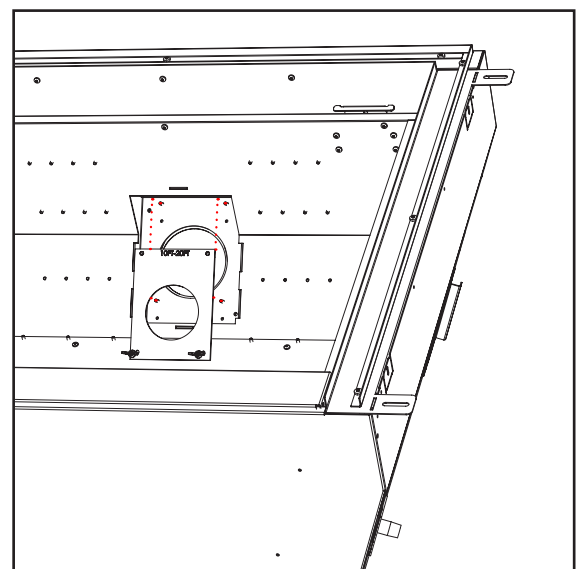

Figure 26c.
Les écrous à oreilles doivent être utilisés sur les boulons qui dépassent du bas de la plaque. vu à la figure 26c.
**Étape 6.** Fixez les écrous à oreilles aux boulons inférieurs uniquement. Fig.26c